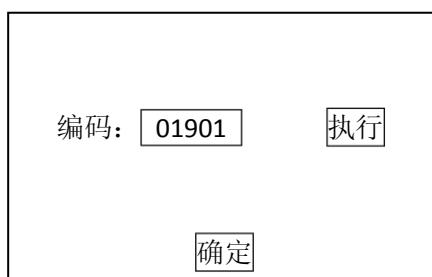

图 3-9
- 7) 选择【07 电脑编程】，输入从旧的控制单元中记录下来的编码号，按【编码】执行操作。如图 3-9；